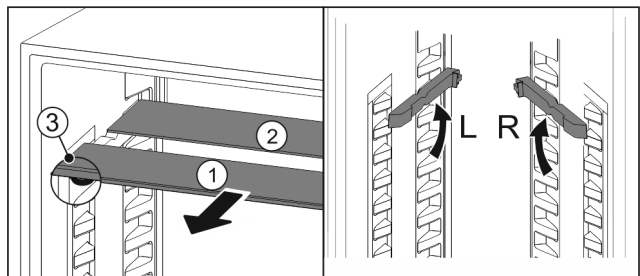

Fig. 67
- Посуньте Fig. 67 (1) скляну панель вперед.
- ▷ Скляна панель Fig. 67 (1) з декоративною планкою лежить спереду.
- ▷ Стопори Fig. 67 (3) показують вниз.